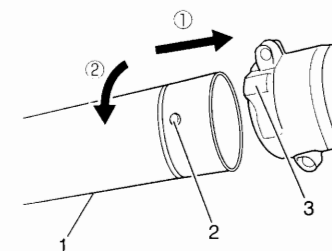

Fig. 1
**MONTAGE****Installation de la tuyauterie de soufflerie sur le corps principal de la souffeuse. (Fig. 1)**